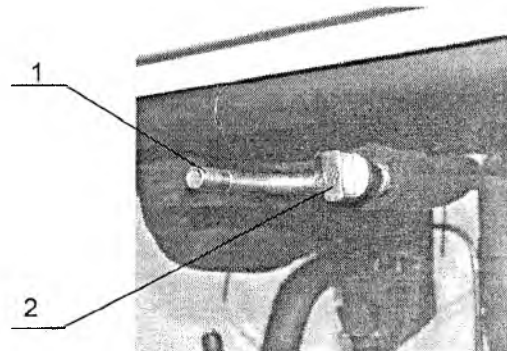

Рис. 3 Сливной кран с патрубком
- на расположенный в верхней части открывшегося пространства патрубок (поз. 1, Рис.3), наденьте сливной шланг (в комплект поставки не входит);
- откройте кран поз. 2, Рис.3, (поверните ручку сливного крана (поз. 2, Рис.3) против часовой стрелки до упора);